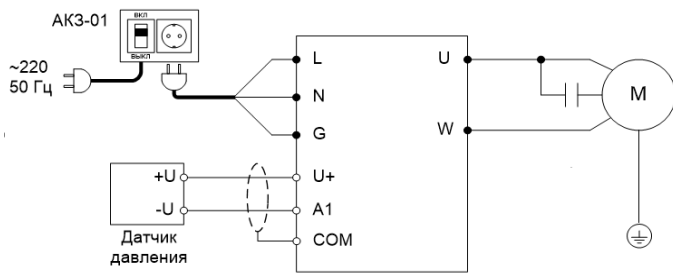

Рисунок 4 – Схема подключения ПЧ
- ПЧ и двигатель должны быть заземлены, а также должно быть установлено устройство защитного отключения (УЗО) с током срабатывания 100 мА (см. п. 6.1) или автомат АКЗ-01 (Рис. 4)